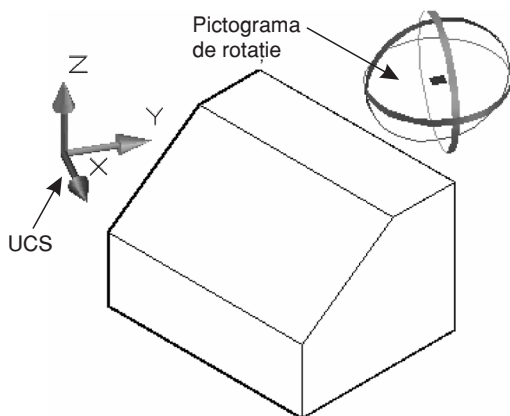

Fig. 8.55 Indicarea centrului de rotație în afara obiectului
Comanda **3DRotate** funcționează, în principiu, ca și comanda similară **Rotate**, din plan. La fel ca și **3DMove**, comanda **3DRotate** are asociată o pictogramă specială de rotație – Fig. 8.55 ... 8.57, prin care se poate impune rotirea în jurul uneia dintre axele paralele cu axele UCS-ului curent.
- dacă se execută clic în afara obiectului selectat, pictograma de rotație se va orienta după *UCS*-ul curent – vezi Fig. 8.55;